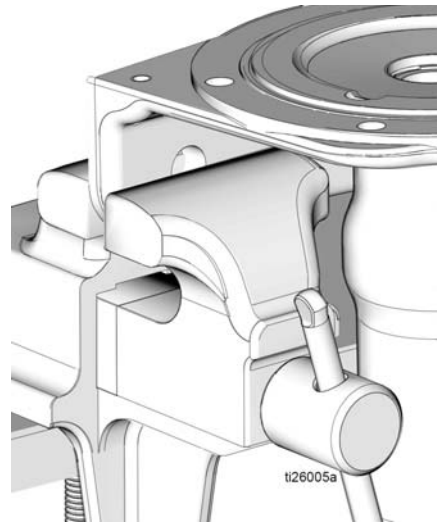

FIG. 24
17. Replacer la base de la pompe (1) dans l'étau comme indiqué à la FIG. 24.